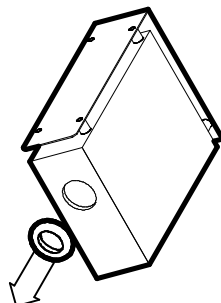

図11
- ① 測定部の投・受光部に取り付けてある防虫用ゴムキャップを外します。（図 11）測定シーズン終了後にまた使用しますので、それまで格納しておいてください。